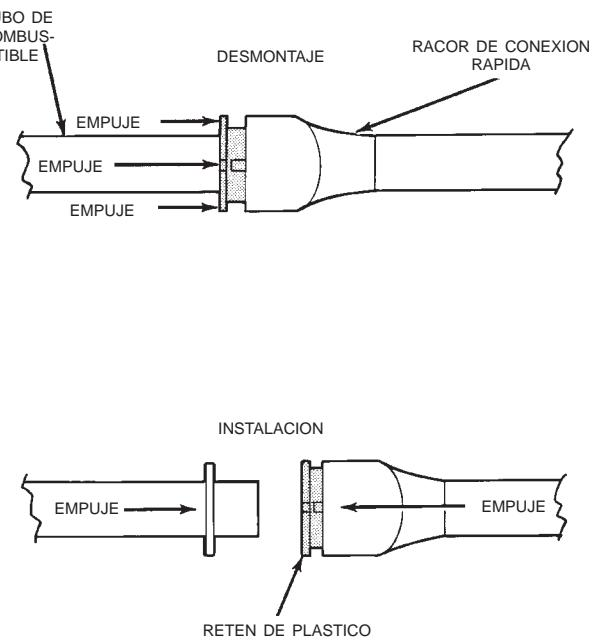

Fig. 17 Racor de tipo anillo de retén de plástico
(6) **Racor de tipo anillo de retén de plástico:** Este tipo de racor puede identificarse por el uso de un anillo de retén de plástico redondo (Fig. 17), por lo general de color negro.
(a) Para soltar el componente del sistema de combustible del racor de conexión rápida, presione con firmeza el racor hacia el componente en reparación, mientras presiona con firmeza el anillo de retén de plástico dentro del racor (Fig. 17). Con el anillo de plástico oprimido, saque el racor del componente. **El anillo de retén de plástico debe presionarse de forma uniforme dentro del**